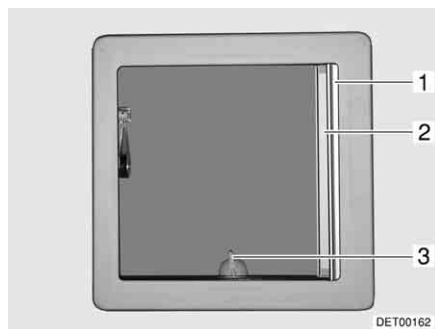
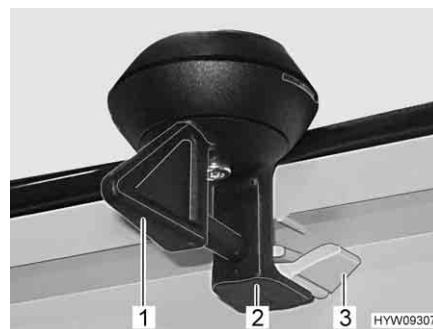

Fig. 62 Oblò inclinabile
Fig. 63 Bloccaggio (oblò inclinabile)
- Ruotare la leva (Fig. 62,3 o Fig. 63,1) di un quarto di giro.
- Girare la leva di un quarto di giro. Il bloccaggio (Fig. 63,2) deve entrare nell'aggancio inferiore (Fig. 63,3).
- Tirare la tendina oscurante pieghevole (Fig. 62,1) fino alla posizione desiderata e rilasciare. La tendina oscurante pieghevole rimane in questa posizione.
- Estrarre la zanzariera a rullo (Fig. 62,2) fino a quando non scatta il bloccaggio dalla parte opposta.